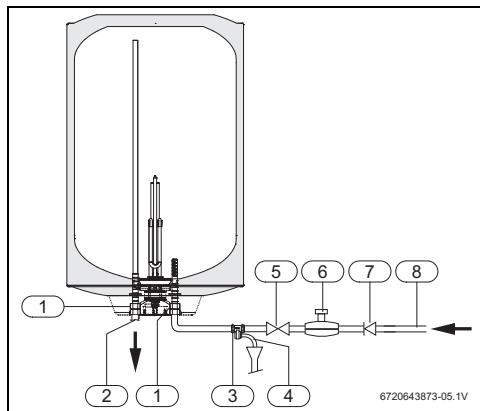

Fig. 13 Conexión del agua
Con el objetivo de evitar problemas derivados de las modificaciones bruscas de presión en la alimentación, se aconseja instalar una válvula de retención en la cabecera del termostato eléctrico (→ Fig. 13, [7]).
- Cerrar la válvula de corte del agua (→Fig. 13, 14).